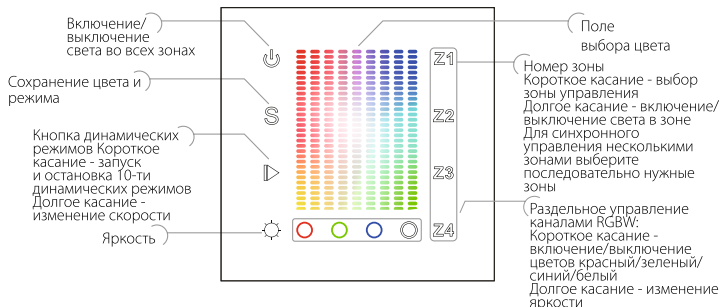

Рис.5. Назначение сенсорных кнопок управления.
3.9 Включите питание и проверьте работу панели. Назначение кнопок управления показано на Рис.5.